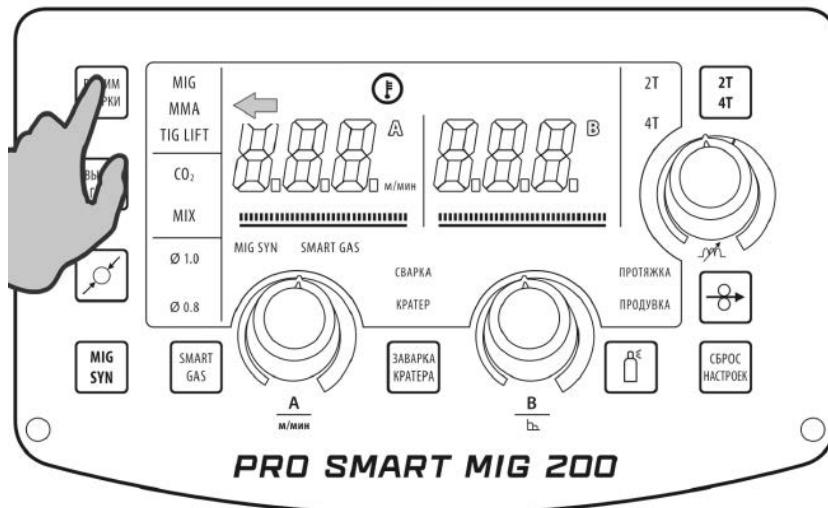

Рис. 10.1.1. Выбор способа сварки.
1. Перейдите в режим MMA (См. табл. 7.0.1, поз. 12) на передней панели сварочного аппарата (См. рис. 10.1.1).